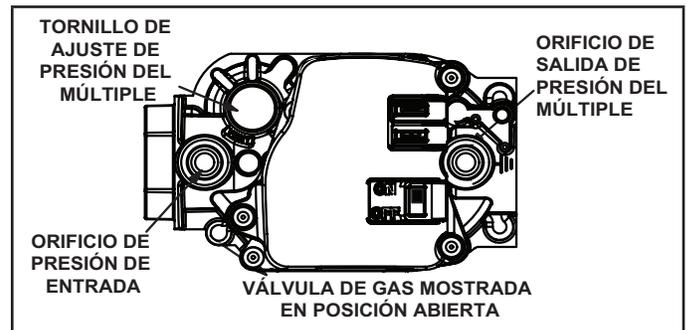

FIGURA 60
Operación de la válvula de gas (FIGURA 60)
- 6 - Mueva el interruptor en la válvula de gas a la posición APAGADO. Ver FIGURA 60.
- 8 - Mueva el interruptor en la válvula de gas a la posición ENCENDIDO. Ver FIGURA 60.